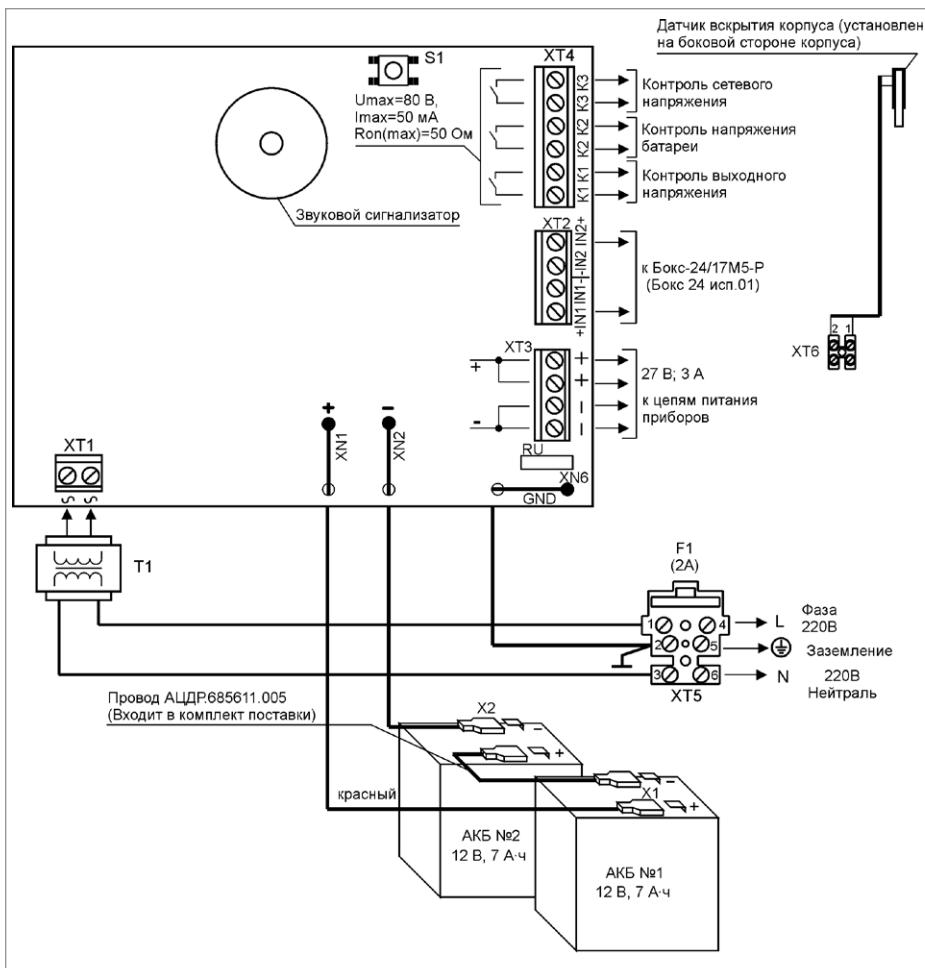

Рисунок 12. Схема подключения РИП-24 исп.15 (РИП-24-3/7М4-Р)
1.6. Схема подключения РИП-24 исп.15 (РИП-24-3/7М4-Р) приведена на рис. 12.
- 1.14. Проверьте правильность произведённого монтажа в соответствии со схемой подключения (Рис. 12).
- 2.10. Отключите обе АКБ от платы РИП, отсоединив контакты X1, X2 от клемм АКБ (см. рис. 12).